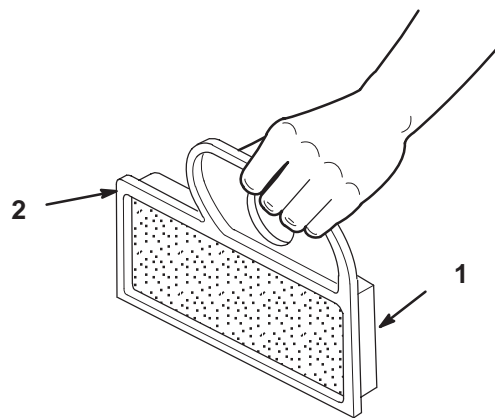

Figure 40
- A. Tapotez doucement l'élément sur une surface plane pour faire tomber la poussière et la saleté (Fig. 40).